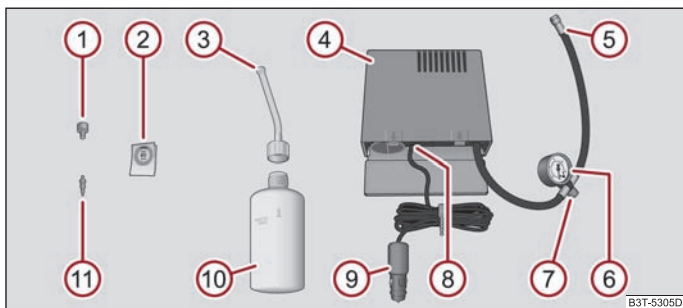

Abb. 5 Bestandteile des Reifenreparaturatzes
- Den Aufkleber ② ⇒ Abb. 5 kleben Sie auf die Schalttafel im Sichtfeld des Fahrers.
- Schrauben Sie mit Hilfe des Ventilinsatzdrehers ① den Ventileinsatz heraus und legen ihn auf einen sauberen Untergrund.
- Reifenfüllflasche ⑩ ⇒ Abb. 5 einige Male kräftig schütteln.
- Einfüllschlauch ③ fest im Uhrzeigersinn auf die Reifenfüllflasche schrauben ⑩. Die Folie am Verschluss wird automatisch durchstoßen.
- Verschlussstopfen vom Einfüllschlauch ③ entfernen und das offene Ende ganz auf das Reifenventil stecken. ▶
- Flasche ⑩ mit dem Boden nach oben halten und das gesamte Dichtungsmittel der Reifenfüllflasche in den Reifen füllen.
- Ventileinsatz mit dem Ventileinsatzdreher ① wieder in das Reifenventil schrauben.
- Reifenfüllschlauch ⑤ ⇒ Seite 8, Abb. 5 des Luftkompressors fest auf das Reifenventil schrauben.
- Prüfen, ob die Luftablassschraube ⑦ zuge dreht ist.
- Kabelstecker ⑨ in eine 12-Volt-Steckdose im Fahrzeug stecken, siehe Betriebsanleitung.
- Luftkompressor mit dem EIN- und AUSSchalter ⑧ einschalten.
- Wenn der Luftdruck von 2,0 – 2,5 bar nicht erreicht werden kann, den Reifenfüllschlauch ⑤ vom Reifenventil abschrauben.
- Reifenfüllschlauch des Luftkompressors ⑤ erneut fest auf das Reifenventil schrauben und den Aufpumpvorgang wiederholen.